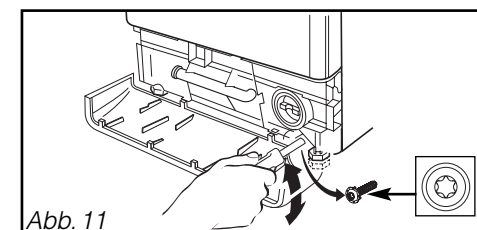

Abb. 11
- Die 2 Schrauben zur Arretierung der Füße mit einem TORX T20 Schraubenschlüssel lösen (Abb. 11).